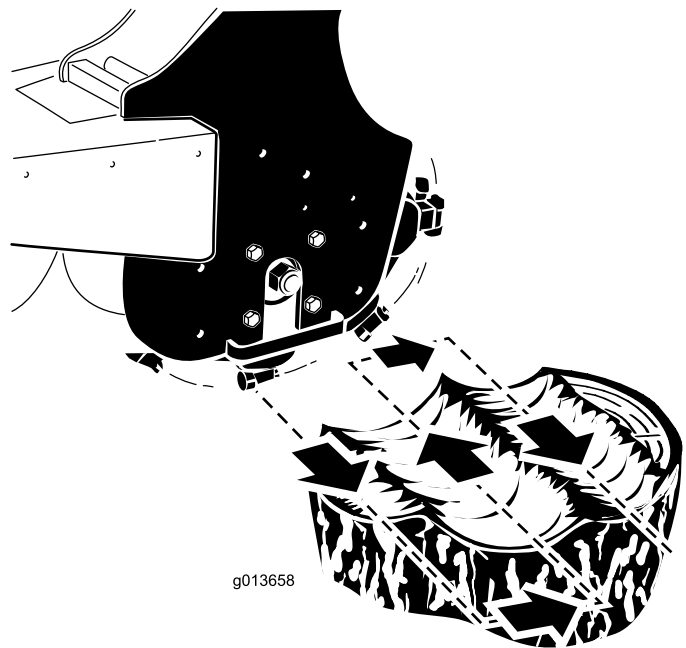

Figura 13
4. Coloque el desbastador en el lado izquierdo y detrás del tocón (Figura 13).
5. Mueva el desbastador hacia usted usando la palanca de inclinación del accesorio, desbastando con una profundidad de corte de 0,5 – 5 cm, dependiendo de la dureza de la madera (Figura 13).
6. Mueva el desbastador de nuevo a la posición inicial (Figura 13), bájelo 0,5 – 5 cm y repita los pasos 4 a 6 hasta que haya desbastado unos 5–10 cm.
8. Mueva el desbastador a la derecha (Figura 13).